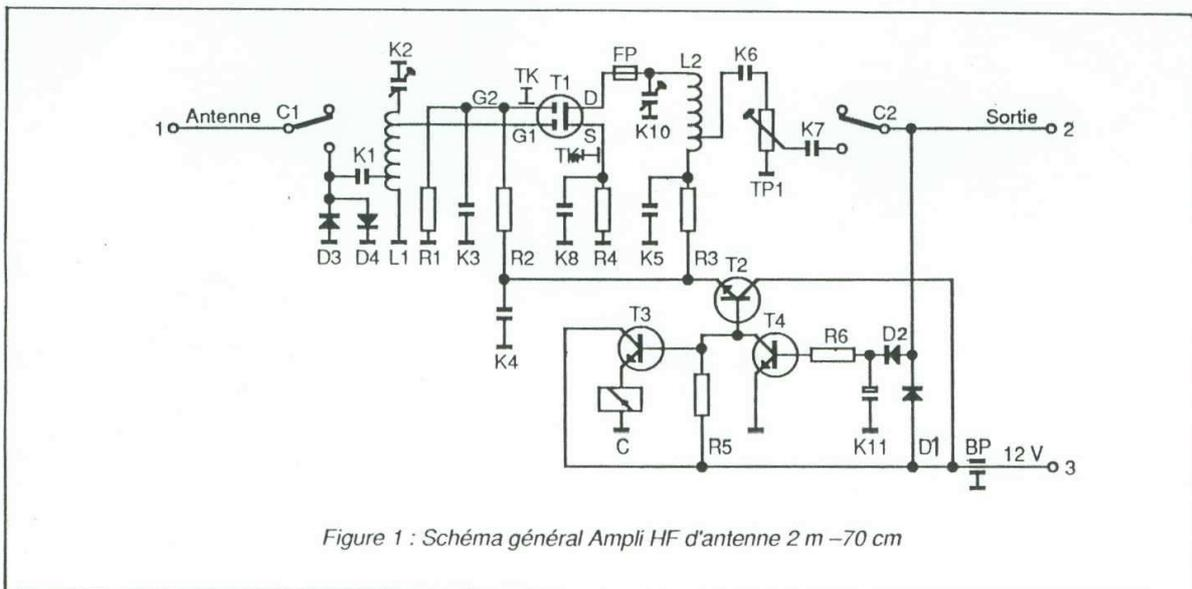

Figure 1 : Schéma général Ampli HF d'antenne 2 m - 70 cm
LE SCHEMA FIGURE 1
- Le schéma général est donné figure 1.